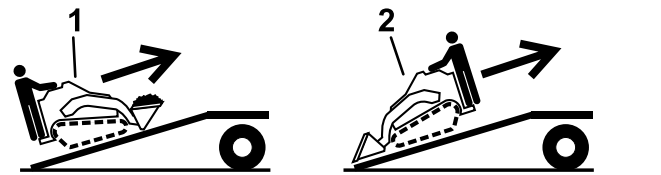

Bild 30
5. Fahren Sie beim Verladen auf den Anhänger mit dem schweren Ende der Maschine auf die Rampe und befördern Sie Lasten niedrig (Bild 30).
1. Senken Sie die Rampe ab und stellen Sie sicher, dass der Winkel zwischen der Rampe und dem Boden höchstens 15 Grad beträgt (Bild 30).